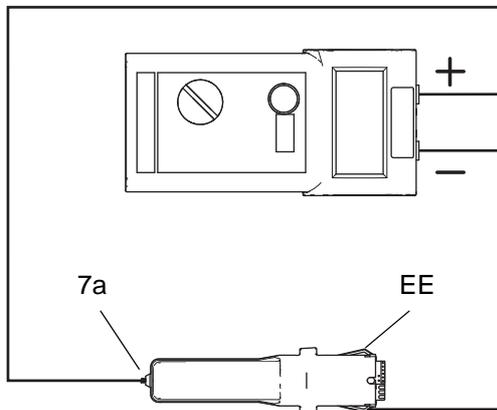

FIG. 22. Widerstand des Hochspannungserzeugers testen
1. Den Hochspannungserzeuger (7) (siehe Seite 47) ausbauen.
2. Den Turbinengenerator (8) vom Hochspannungserzeuger abnehmen (siehe Seite 48).
3. Den Widerstand zwischen den Massebändern (EE) des Hochspannungserzeugers und der Feder (7a) messen. Siehe hierzu FIGURE 22.